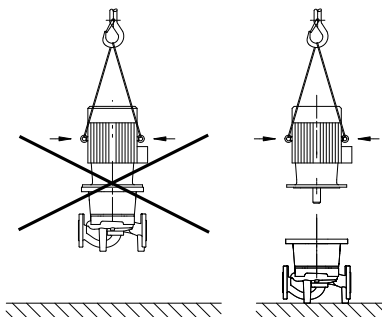

Fig. 35: Moottorin kuljetus
- Moottorissa olevia kuljetussilmukoita saa käyttää vain moottorin kuljetukseen, ei koko pumpun kuljetukseen (Fig. 35).